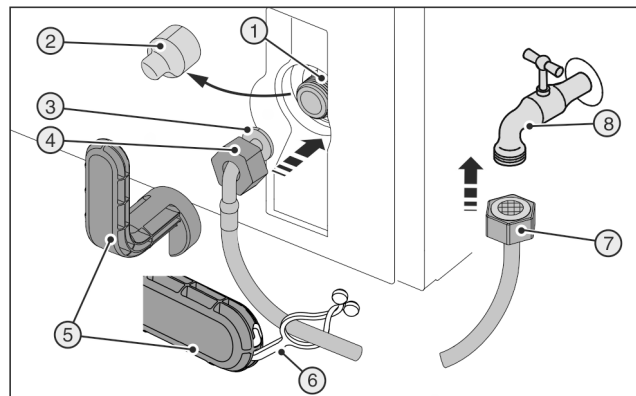
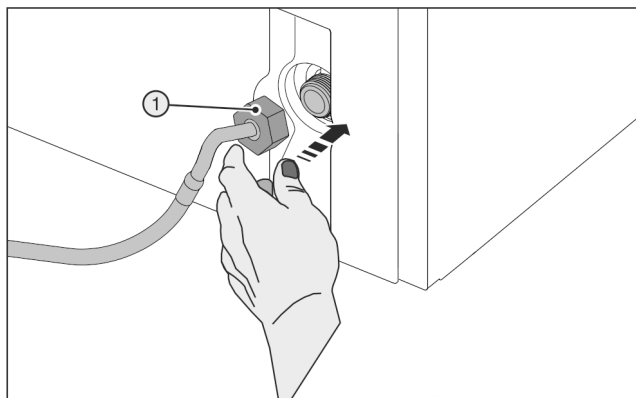

Fig. 45
Fig. 46
Счупен помощен инструмент Fig. 45 (5)!
- ▶ Използвайте помощния инструмент Fig. 45 (5) само при стайна температура.
- ▶ Изтеглете капака Fig. 45 (2).
- ▶ Улеснен монтаж: Положете правия край на маркуча Fig. 45 (7) наляво върху пода.
- ▶ Плъзнете докрай и задръжте гайката Fig. 45 (4) над огънатия край на маркуча Fig. 45 (3).
- ▶ Поставете внимателно гайката Fig. 46 (1) и с два пръста я завинтете права върху резбата, докато се постигне добро прилягане.
- ▶ Затегнете гайката Fig. 46 (1) с помощен инструмент Fig. 45 (5) по посока на часовниковата стрелка, докато максималният въртящ момент бъде достигнат и помощният инструмент Fig. 45 (5) превърти.
- ▶ Завинтете гайката Fig. 45 (7) върху спирателния кран Fig. 45 (8).
- ▶ Затегнете гайката Fig. 45 (7) с помощен инструмент Fig. 45 (5) по посока на часовниковата стрелка, докато максималният въртящ момент бъде достигнат и помощният инструмент Fig. 45 (5) превърти.
- ▶ Отворете спирателния кран Fig. 45 (8) на подаването на вода и проверете херметичността на цялата водопроводна система.
- ▶ Закачете халката Fig. 45 (6) в помощния инструмент Fig. 45 (5) и закрепете към маркуча от неръждаема стомана за съхранение.